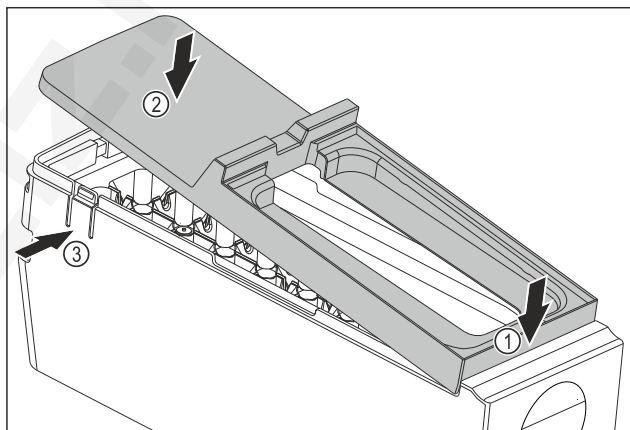

Fig. 144
- Szerelje fel az EasyTwist-Ice egység testének fedelét: Tegye fel előre a fedelet. Fig. 144 (1)
- Süllyessze le hátul a fedelet. Fig. 144 (2)
- A fedél hallhatóan bepattan mindkét fülbe Fig. 144 (3).